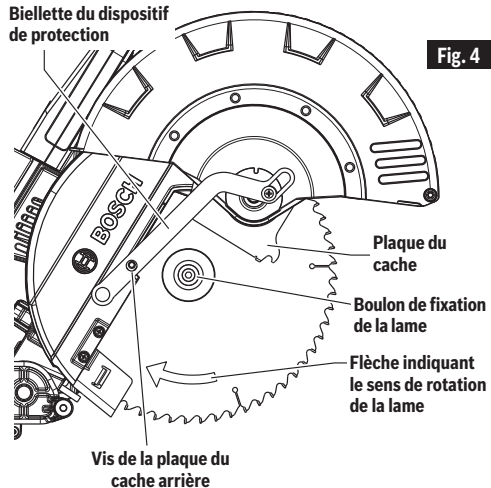

Fig. 4
5. Faites glisser la plaque du cache vers le bas et détachez-la de la vis arrière. Faites tourner la plaque du cache et baissez le dispositif de protection en tournant dans le sens contraire des aiguilles d'une montre autour de la vis avant. Tout en tenant le dispositif de protection inférieur en position élevée contre le dispositif de protection supérieur, déplacez la biellette de façon que son trou rond puisse aller au-dessus de la vis arrière – puis relâchez, et l'ensemble de dispositif de protection inférieur sera maintenu à bonne distance (voir Figure 4).
2. Manipulez la lame neuve avec précaution. Assurez-vous que la flèche indiquant le sens de rotation sur la lame correspond à la flèche indiquant le sens de rotation sur le dispositif de protection inférieur. Faites glisser la lame vers le haut et entre les côtés du déflecteur de copeaux et au-dessus de la tige de l'arbre. Déplacez la lame de façon que le trou de son arbre soit autour de l'anneau de soutien de la rondelle intérieure (voir Figures 4 et 5).